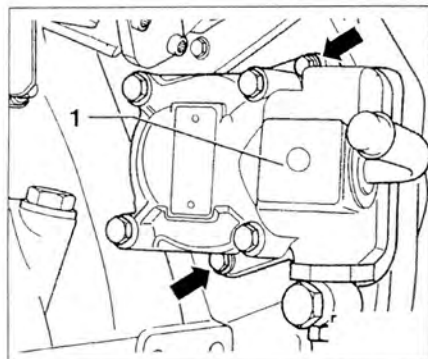

Рис. 4.7. Открутите болты (стрелки) крепления лопастного насоса усилителя рулевого управления и снимите насос 1.
14. Открутите болты (стрелки) крепления лопастного насоса усилителя рулевого управления и снимите насос 1 (рис. 4.7).